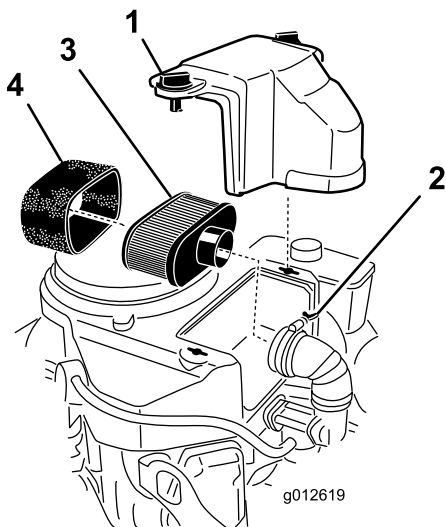

Figure 14
3. Nettoyez la surface autour du filtre à air pour éviter que des impuretés n'endommagent le moteur en tombant à l'intérieur (Figure 14).
4. Dévissez les boutons du couvercle et déposez le couvercle du filtre à air (Figure 14).
5. Dévissez le collier et déposez le filtre à air (Figure 14).
6. Sortez délicatement l'élément en mousse de l'élément en papier (Figure 14).
Important: Ne nettoyez pas l'élément en papier, remplacez-le (Figure 14).
1. Glissez délicatement l'élément en mousse sur l'élément en papier (Figure 14).
2. Posez le filtre à air complet sur sa base et fixez-le en place avec les 2 écrous à oreilles (Figure 14).
3. Mettez le couvercle du filtre en place et serrez le bouton (Figure 14).